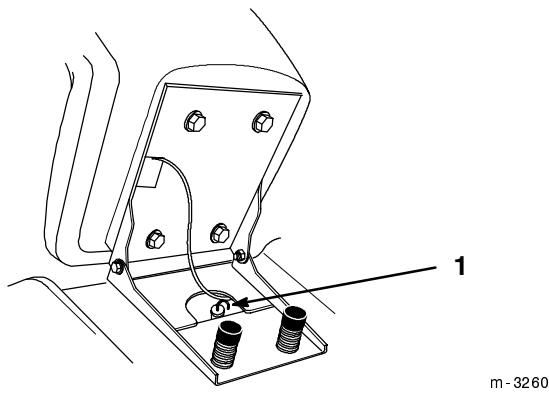

Abbildung 44
4. Den Bereich um den Transmissions-Peilstab reinigen (Abb. 44), damit kein Schmutz in die Einfüllöffnung fallen und Schäden an Hinterachse & Kardanwelle verursachen kann.
5. Den Transmissions-Peilstab herausziehen und das Metallende sauberwischen (Abb. 44).
- Langsam die angegebene Nachfüllmenge Öl in das Einfüllrohr gießen (Abb. 44).